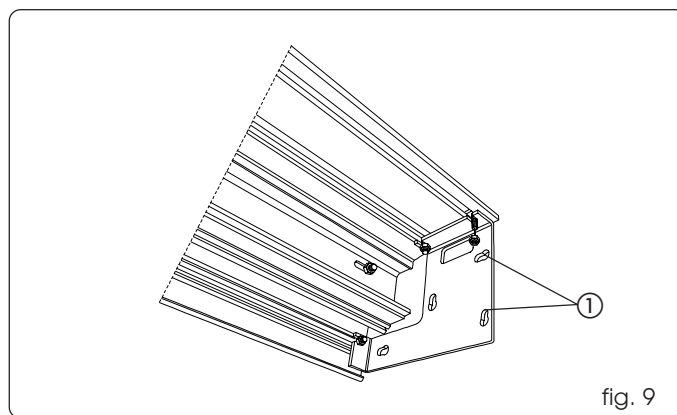
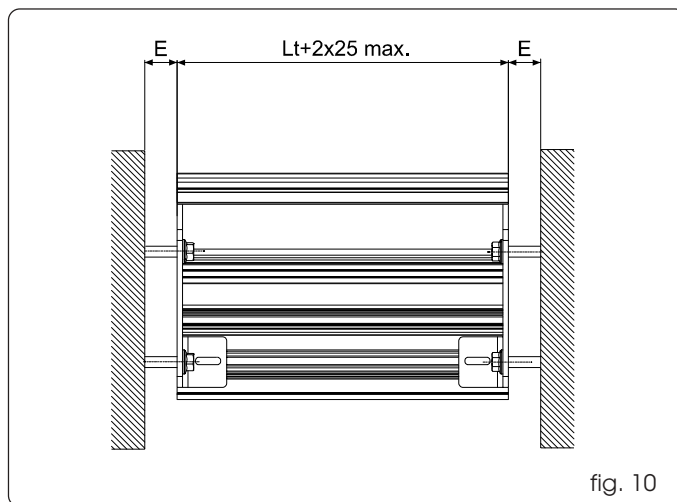

fig. 9
fig. 10
Il profilo autoportante viene fornito già assemblato al profilo di sostegno e con le staffe laterali già montate sulla traversa (fig. 9).
• Fissare a muro la traversa utilizzando i fori presenti sulle piastre laterali (fig. 9 rif. ①) utilizzando tasselli adeguati (non in dotazione) e prevedere gli eventuali spessori per gli spazi E (fig. 10).